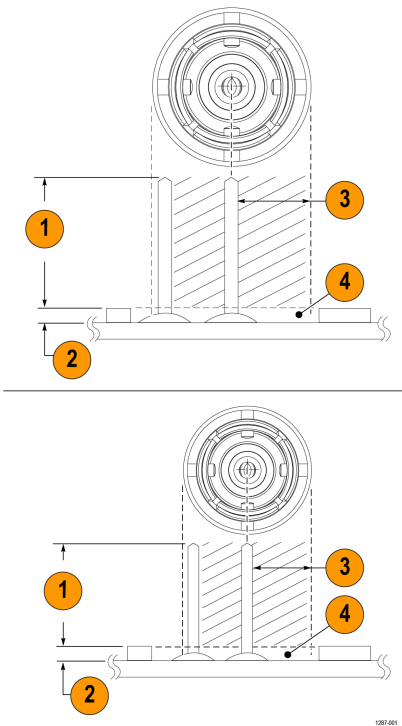

Figura 7: Requisiti di spaziatura per gli adattatori
I pin a saldare possono essere installati attorno a un componente a montaggio superficiale sul circuito stampato; è comunque necessario lasciare uno spazio adeguato per una buona connessione elettrica con l'adattatore. Figura 7 alla pagina 29
3. Se necessario, applicare un po' di adesivo per rafforzare la connessione al circuito stampato. Mantenere comunque l'altezza dell'adesivo a un livello minimo, per avere un buon contatto elettrico per l'adattatore. Figura 7 alla pagina 29